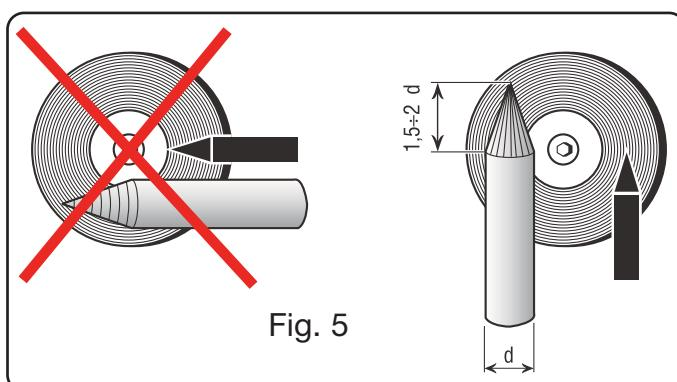

Fig. 5
Elektrodspetsen måste förberedas. Slipa elektrodspetsen så att den har en vertikal räffling som i fig. 5.
- Slipa volframelektrodens ände så att den blir konformad. Den konformade änden ska vara 1,5 - 2 ggr längre än elektroddiametern (fig. 5).